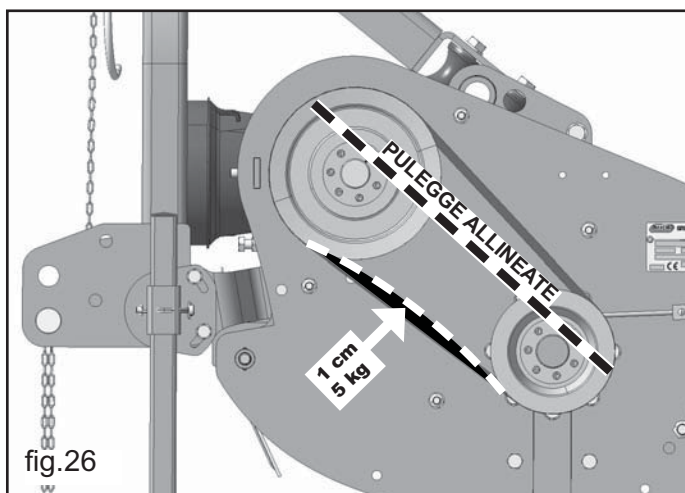

fig.26
- Allungamento permesso 1 cm con una forza applicata di 5 Kg (fig.26).
- A cinghie tensionate controllare l'allineamento delle pulegge (fig.26).
Premere sulla cinghia, nella zona centrale fra le due pulegge, con una forza di 5 Kg, la forza deve provocare una deformazione sulla singola cinghia di 1 cm (fig.26).
È consigliabile a tal proposito, munirsi di una riga metallica di lunghezza adeguata, e appoggiandola sui bordi delle due pulegge (vedere linea tratteggiata fig.26), la stessa deve toccare tutti e quattro i bordi delle pulegge stesse.